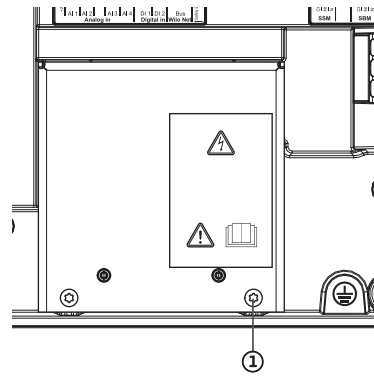

Fig. 114: EMC-suojalevy
4. Avaa EMC-suojalevyn ruuvit (Fig. 114, pos. 1) ja ota suojalevy pois.